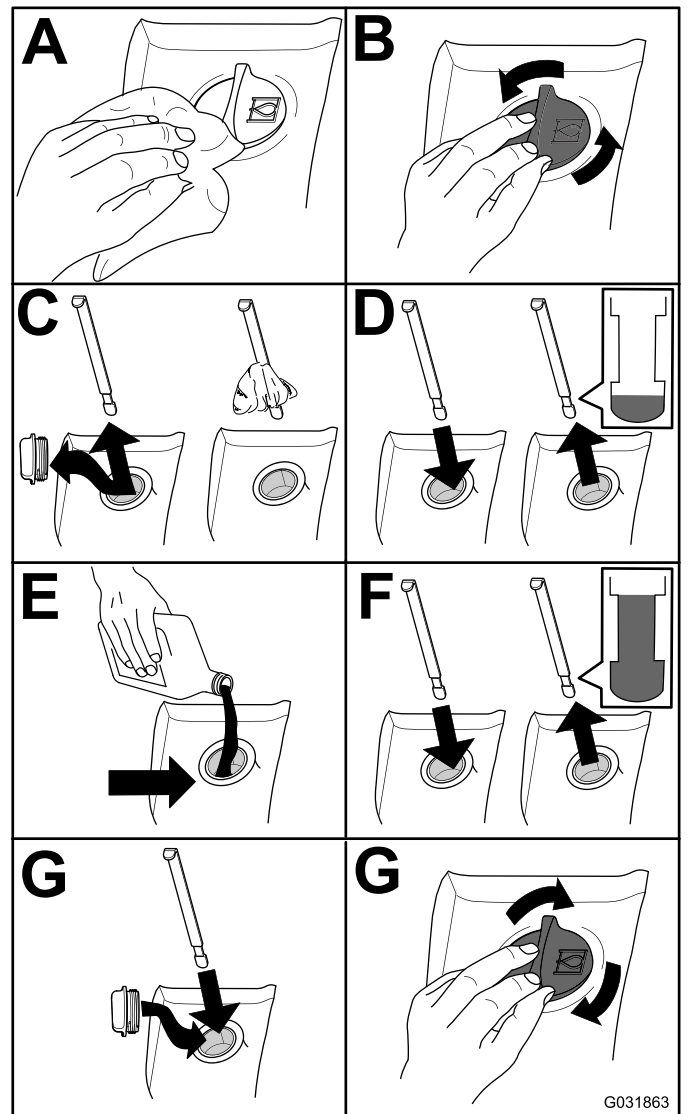

Bild 77
2. Prüfen Sie den Stand des Hydrauliköls (Bild 77).